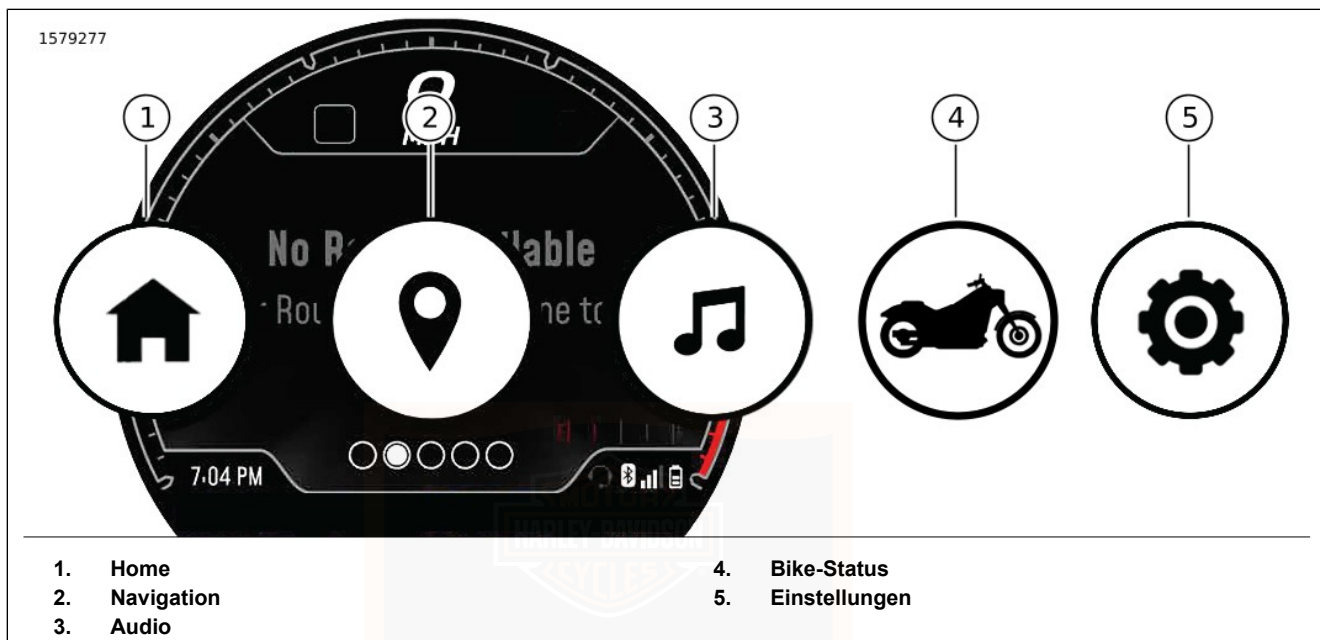

Abbildung 45. Menü-Auswahloptionen
Siehe Abbildung 45. Um auf die Menüauswahl auf IM zuzugreifen, drücken Sie die Menütaste auf Linkes Handbedienmodul (LHCM) . Siehe: FUNKTIONSWEISE > LINKE REGELUNGSSCHALTER (Seite 108).
2. Siehe Abbildung 45. **Auswahl:** Menü „Einstellungen“ (5).
Siehe Abbildung 45. Zum Zugriff auf Audiofunktionen **Auswahl:** Audiokarte (3).
1. Siehe Abbildung 45. **Auswahl:** Menü „Einstellungen“ (5).